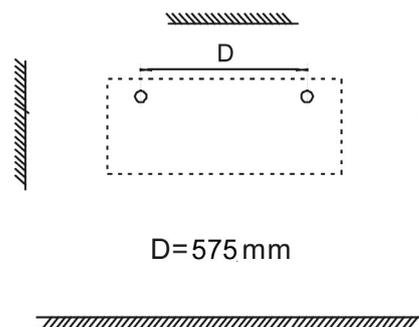

Abbildung 2
2. Bohren Sie zwei Löcher mit die Größe des Dübels  $\varnothing$  - 8 mm - in der Wand (siehe Abbildung 2) - D= 575 mm